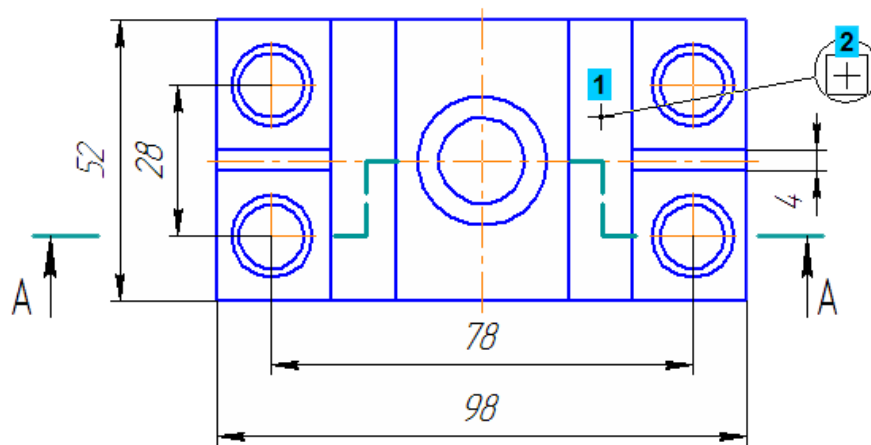

Рисунок 76.
- Укажите точку 1, на которую указывает выноска, и точку 2 размещения знака (рис. 76).